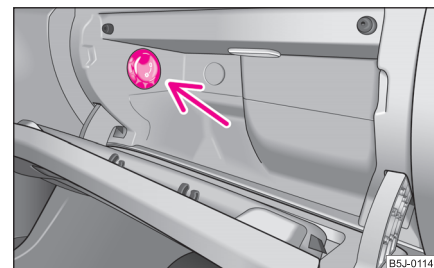

Abb. 69 Ablagefach:
- Mit dem Drehschalter ⇒ Abb. 69 schalten Sie die Kühlung ein bzw. aus.